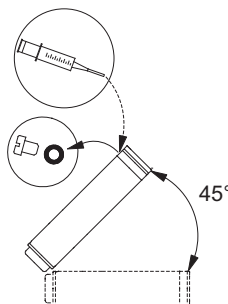

Abb. 4 Position des Motors während des Befüllens, MS 6000
- Bei Lieferung des Motors ab Lager ist der Füllstand der Motorflüssigkeit zu überprüfen, bevor Motor und Pumpe miteinander verbunden werden. Siehe Abb. 4.
- Nach Servicearbeiten ist der Füllstand der Motorflüssigkeit ebenfalls zu überprüfen. Siehe Abb. 4.
1. Den Unterwassermotor wie in Abb. 4 positionieren. Die Einfüllschraube muss sich am höchsten Punkt des Motors befinden.
3. Flüssigkeit, wie in Abb. 4 gezeigt, mithilfe der Füllspritze in den Motor einfüllen, bis die Flüssigkeit aus der Einfüllöffnung wieder austritt.